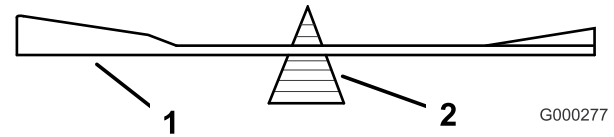

Figura 51
2. Verifique o equilíbrio da lâmina colocando-a num equilibrador de lâmina (Figura 51). Se a lâmina ficar numa posição horizontal, a lâmina está equilibrada e